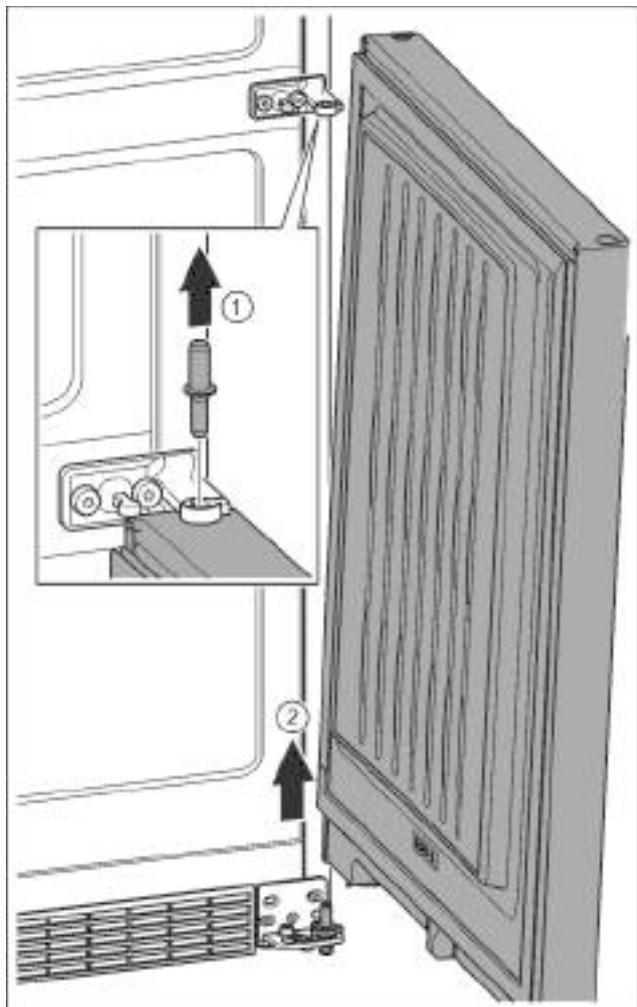

Fig. 11
- Извлечь пальцы движением вверх. *Fig. 11 (1)*
- Отклонить дверь, приподнять вверх и отставить в сторону. *Fig. 11 (2)*